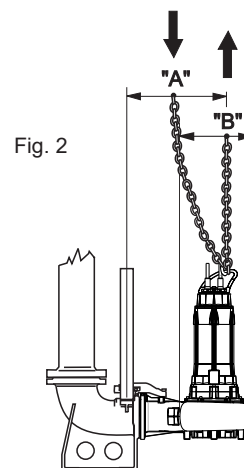

Fig. 2
1.5. - Desejando extrair a electrobomba do seu alojamento, primeiro é necessário desligar os cabos eléctricos do quadro de comando e proceder à elevação seguindo as instruções fornecidas na pág. 72 (Fig.2). Lave o exterior e o interior da electrobomba com um jacto de água para remover todos os possíveis resíduos do líquido bombeado, lembrando-se sempre de utilizar óculos de segurança, luvas de borracha, máscara e avental impermeável.